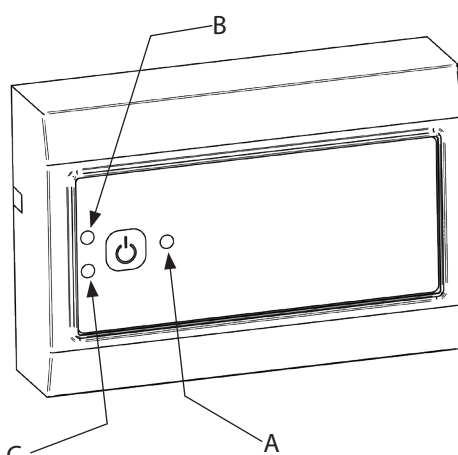

Fig.10
- Tryck på PÅ/AV-knappen (fig.10-A).
- Funktionslysdioden (fig. 10-B) kommer att blinka GRÖN tills korrekt skorstensdrag har bekräftats. Om lysdioden blinkar GULT måste spjället öppnas. Då blir funktionslysdioden GRÖN och eldstaden kan tändas.
Funktionslysdiod Fig. 10-B
Larmlysdiod (Fig. 10-C)
Om larmlysdioden (fig. 10-C) tänds under drift trycker man två gånger på PÅ/AV-knappen för att stoppa rökgasfläkten och återstarta styrningen. Om larmlysdioden fortfarande lyser efter återställning, se avsnittet "Felsökning".
Tryck på PÅ/AV-knappen (fig. 10-A) under minst fyra sekunder för att öka rökgasfläktens hastighet. Om styrningen stängs av, återställs fläkthastigheten.